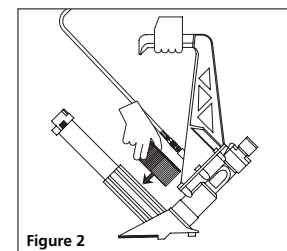

Figure 2
2. Placer les agrafes en chevauchant la partie supérieure du chargeur (voir la figure 2).